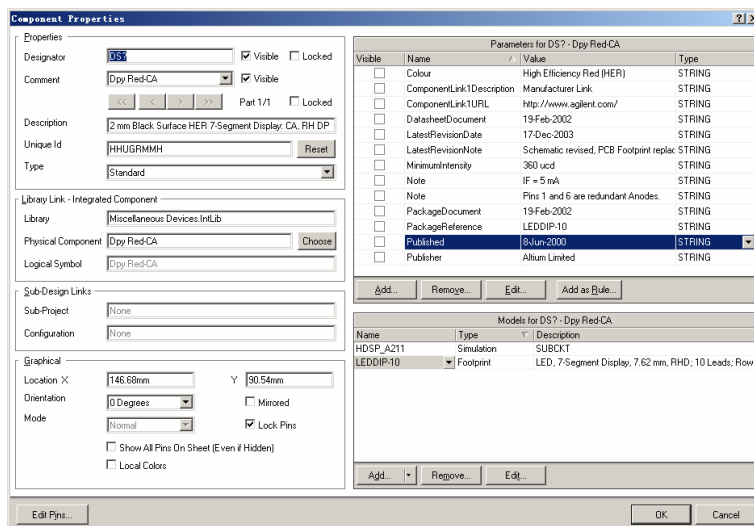

图 2.141 “Component Properties”对话框
(3) 双击元件列表中的“Dpy Red-CA”器件名称，鼠标指针上将吸附一个“Dpy Red-CA”器件的原理图符号。
(4) 单击键盘的“Tab”键，打开如图 2.141 所示的“Component Properties”对话框。